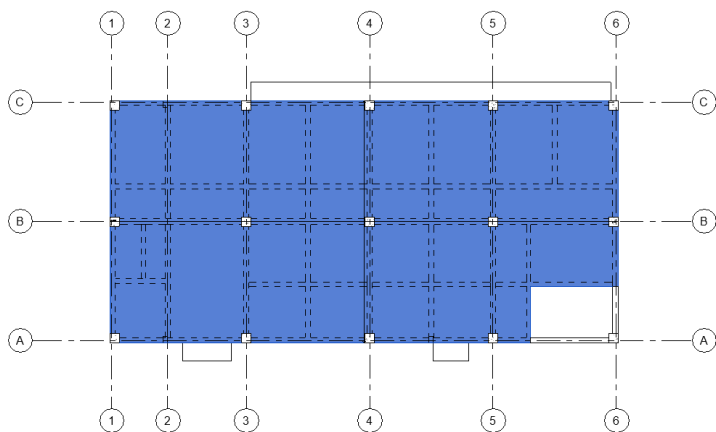

图 15-76 绘制二层结构楼板
(5) 单击“模式”面板中的“完成编辑模式”按钮，完成二层结构楼板的创建，如图 15-76 所示。